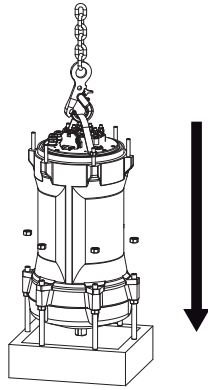

Imagen 32: Montaje del alojamiento del motor (J 205, J 405)
**J 205:** Engrase y monte el anillo tórico en la cámara de aceite y compruebe que el anillo tórico del asiento del rodamiento superior en el alojamiento del motor está bien colocada. Suba el alojamiento del motor ensamblado con la cadena/cable de elevación y bájelo sobre la unidad del rotor. Ponga una pieza de separación entre el alojamiento del motor y la cámara de aceite para que se pueda conectar el cable del detector de humedad. Bájelo con cuidado hasta la cámara de aceite. Monte las tuercas y apriételas a fondo. (Imagen 32)
**J 405:** Engrase y monte el anillo tórico en la cámara de aceite y compruebe que el anillo tórico del asiento del rodamiento superior en el alojamiento del motor está bien colocado. Eleve el alojamiento del motor ensamblado y bájelo hasta la unidad del rotor. Ponga una pieza de separación entre el alojamiento del motor y la cámara de aceite para que se pueda conectar el cable del detector de humedad. Bájelo con cuidado hasta la cámara de aceite. Monte las arandelas y apriételas a fondo (use una abrazadera para tubos para sujetar los tornillos prisioneros del difusor). (Imagen 32)